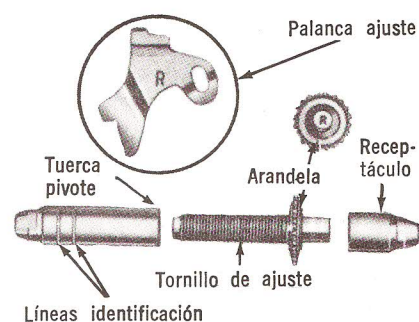

Fig. 9 — Identificación de Tornillo de Ajuste y Palanca.
Si se instalan los tornillos de ajuste en el lado contrario a donde corresponden, esto ocasionará que las zapatas se retraigan en vez de expandirse cuando funciona el mecanismo de ajuste automático. Para evitar la instalación de los tornillos en el lado contrario al que corresponden, la parte del tornillo que penetra en el receptáculo tiene estampada una "R" (Derecho) o una "L" (Izquierdo), Fig. 9. Las tuercas de pivoteo se pueden distinguir por el número de rayas hechas con máqui-
9. Enganche el gancho del cable en el agujero que hay en la palanca. Las palancas de ajuste están marcadas "R" (derecha) o "L" (izquierda) para indicar en cuál lado deben instalarse (Fig. 9).